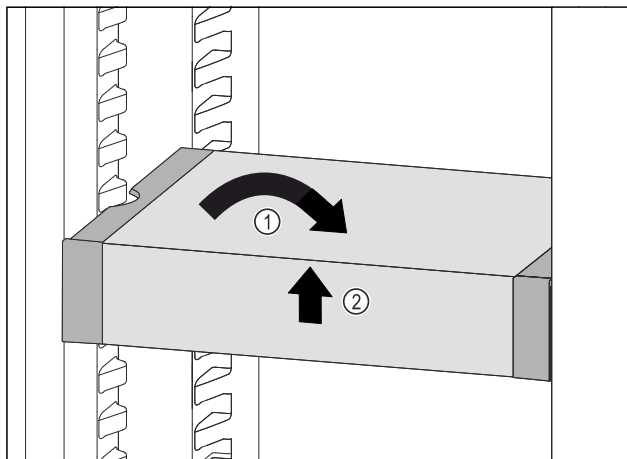

Fig. 108
- ▶ Изправете VarioSafe. Fig. 108 (1)
- ▶ Повдигнете VarioSafe отпред. Fig. 108 (2)